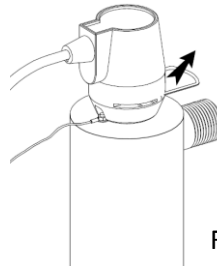

FIGURE 1F
- Déconnecter le connecteur de la lampe en retirant le clip de maintien (figure 1F).